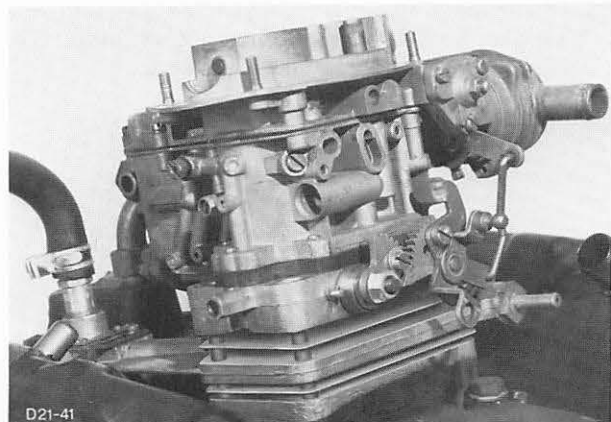

Abb. 177 Vergaser mit Zwischenflansch montieren
68. Zylinderkopfhauben vorschriftsmäßig montieren. Vergaser-Zwischenflansch mit Dichtungen auflegen und Vergaser montieren, Abb. 177.